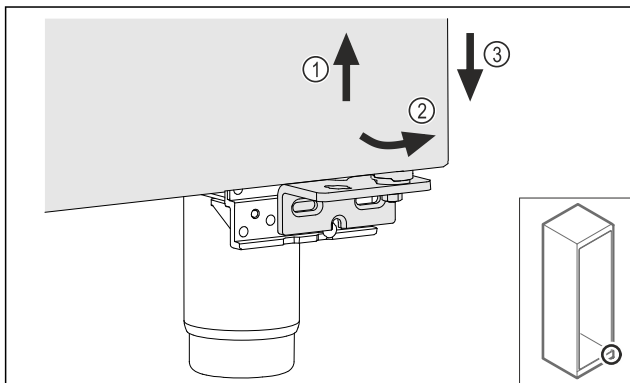

Fig. 14
- Deur iets optillen Fig. 14 (1), onderzijde naar voren kantelen Fig. 14 (2) en laten zakken Fig. 14 (3).